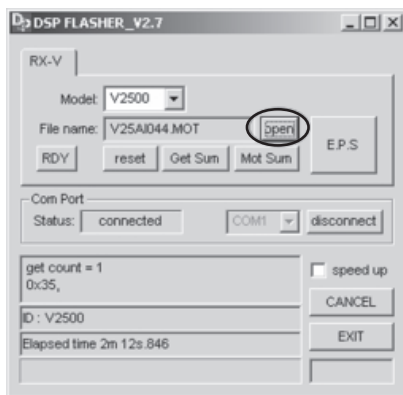

Fig. 9
h. Drag and drop the file of the firmware to be written or select the file using the [OPEN] button. (Fig. 9)
h. 書き込むファームウェアのファイルをドラッグアンドドロップするか、[OPEN]ボタンでファイルを選択します。(Fig. 9)